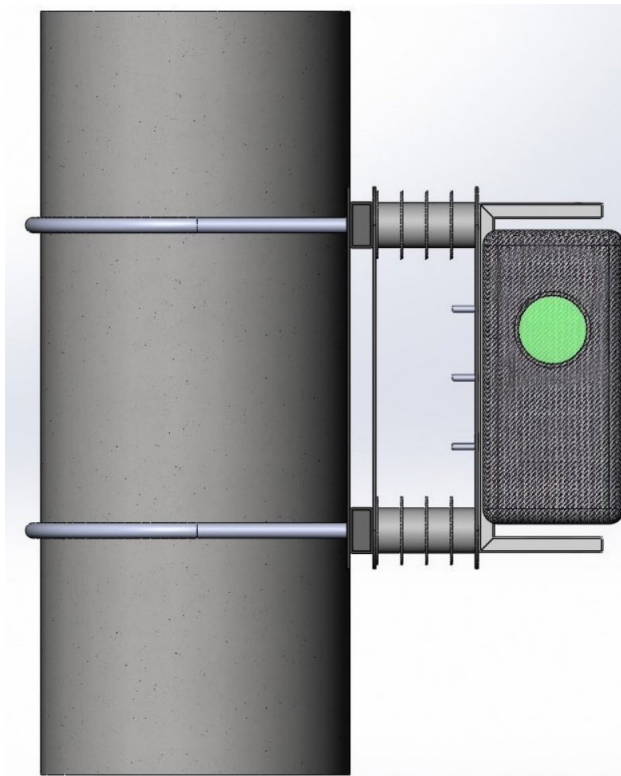

Рисунок 2 – Общий вид тепловизионной IP-видеокамеры «Synergo IPS - IR», установленной на опору
- закрепить изделие на вертикальной штанге (Рисунок 2);